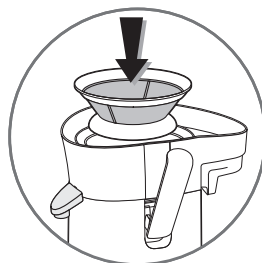

fig.3
- Mettez le filtre râpe (D) dans le collecteur de jus (E). Assurez-vous que le panier râpe est correctement positionné sur l'axe d'entraînement (**fig 3**).